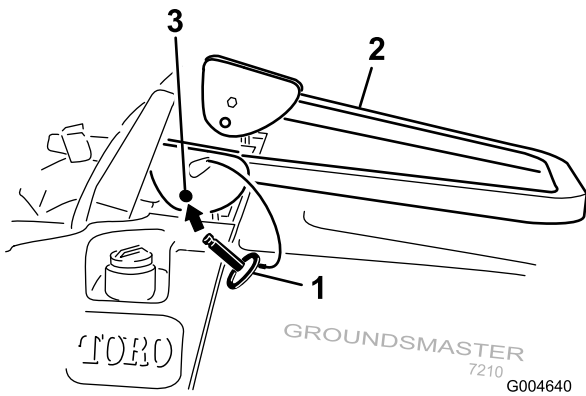

Bild 12
2. Senken Sie den Überrollbügel ab (Bild 12).